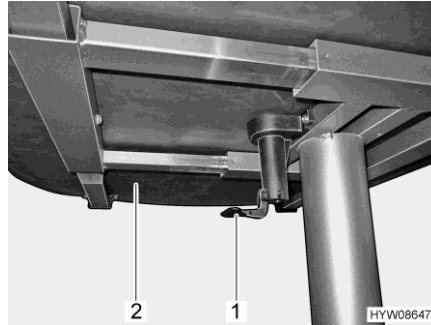

Fig. 56 Palanca para desplazamiento del tablero de la mesa
- Tirar o empujar la palanca (Fig. 56,1) hacia abajo.
- Desplazar a la posición deseada el tablero de la mesa (Fig. 56,2).